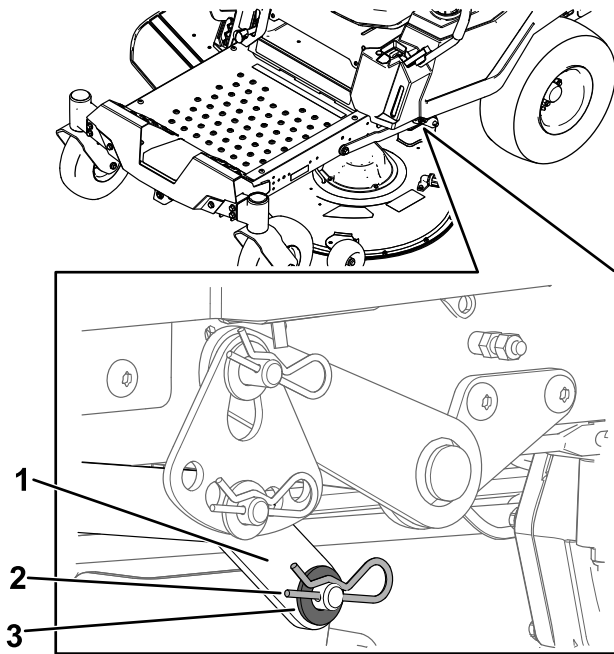

Bild 75
- Entfernen Sie auf einer Seite der Maschine die Unterlegscheibe und den Splint vom Mähwerksstift (Bild 75).
- Heben Sie auf einer Seite der Maschine die Rückseite des Mähwerks an und montieren Sie den Hubarm am Mähwerksstift (Bild 75).
- Montieren Sie den Hubarm mit der Unterlegscheibe und dem Splint (Bild 75).
- Entfernen Sie den Hubarm vom Mähwerksstift (Bild 75).